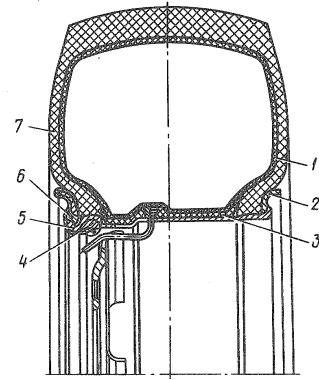

Рис. 224. Колесо с шиной в сборе: 1 — камера; 2 — бортовое кольцо; 3 — ободная лента; 4 — обод колеса; 6 — замочное кольцо; 7 — покрывка
**Колесо** состоит из покрышки 7 (рис. 224), камеры 1, ободной ленты 3, диска, соединенного с ободом 5, бортовых колец 2 и замочного кольца 6. К ступице колесо прикреплено десятью шпильками.